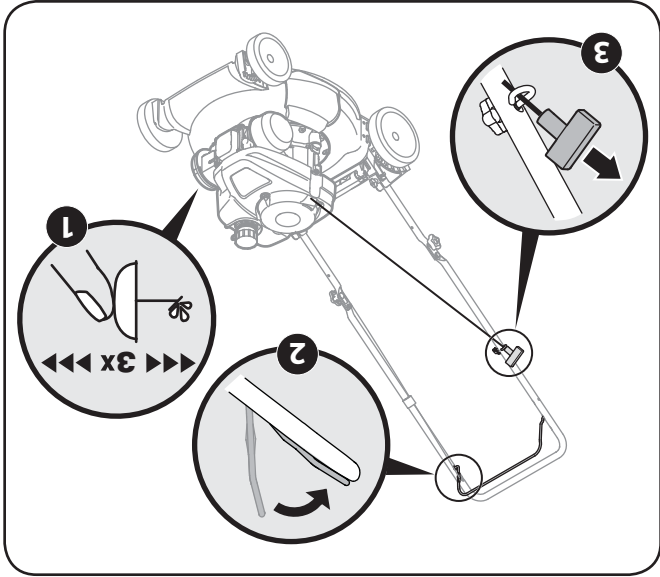

Figure 5-2
1. Appuyez 3 fois sur l'amorçeur. Attendez environ 2 secondes entre chaque pression. Voir la Figure 5-2. Si la température est inférieure à 10° (50°F), appuyez 5 fois. Lorsque le moteur est chaud, une seule pression peut être suffisante, quelle que soit la température.
3. Tirez sur la poignée du démarreur jusqu'à ce que vous sentiez une légère résistance, puis tirez plus rapidement pour surmonter la compression, empêcher le recul et faire démarrer le moteur. Répétez au besoin. Voir la Figure 5-2.